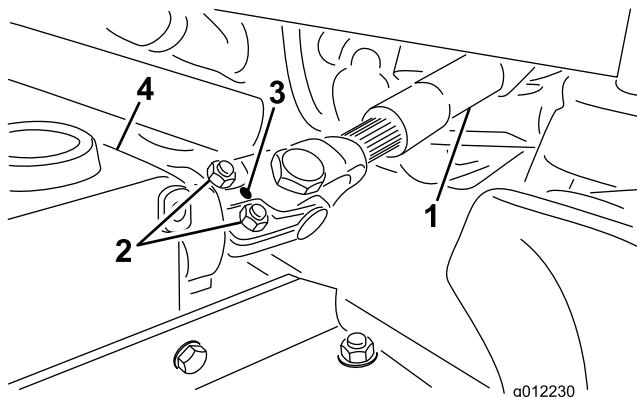

図 5
- オスの PTO シャフトとメスの PTO シャフトを接続する 図 5。ギアケースの入力シャフトの取り付け穴と PTO シャフト穴とを整列させて相互に接続する。
- ロールピンで固定する (図 5)。
- ボルトとナットを締めつける (図 5)。